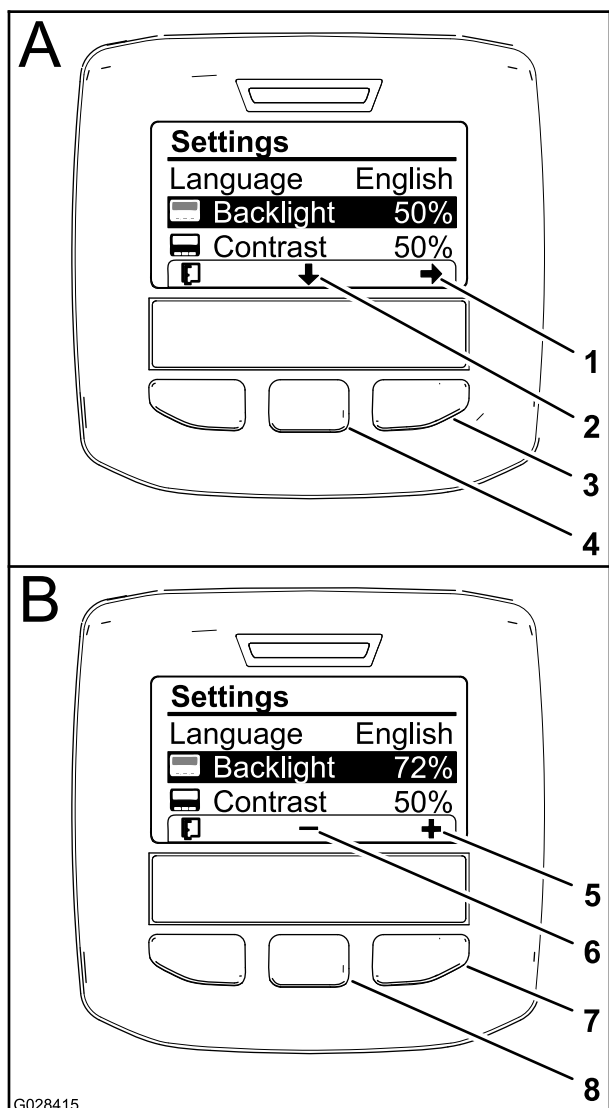

Figura 64
rivolta verso il basso nel display) per spostare l'opzione selezionata verso le impostazioni della Retroilluminazione (Figura 64).
3. Premete il pulsante di selezione destro per visualizzare il contesto della regolazione del valore (Figura 64).
4. Usate il pulsante di selezione centrale e il pulsante di selezione destro per modificare il livello di luminosità del display (Figura 64).
5. Premete il pulsante di selezione sinistro (il pulsante sotto l'icona dell'elenco nel display) per salvare la vostra selezione, uscire dal menu della Retroilluminazione e tornare al menu delle Impostazioni (Figura 64).
6. Per regolare il livello del contrasto del display, premete il pulsante di selezione centrale (il pulsante sotto l'icona a forma di freccia rivolta verso il basso nel display) per spostare l'opzione selezionata verso le impostazioni del Contrasto (Figura 64).
7. Premete il pulsante di selezione destro per visualizzare il contesto della regolazione del valore (Figura 64).
8. Premete il pulsante di selezione sinistro (il pulsante sotto l'icona dell'elenco nel display) per salvare la vostra selezione, uscire dal menu del Contrasto e tornare al menu delle Impostazioni (Figura 64).
9. Premete il pulsante di selezione sinistro per uscire dal menu Impostazioni e tornare al menu Principale (Figura 62 e Figura 64).
10. Premete il pulsante di selezione sinistro per tornare alla schermata iniziale (Figura 64).